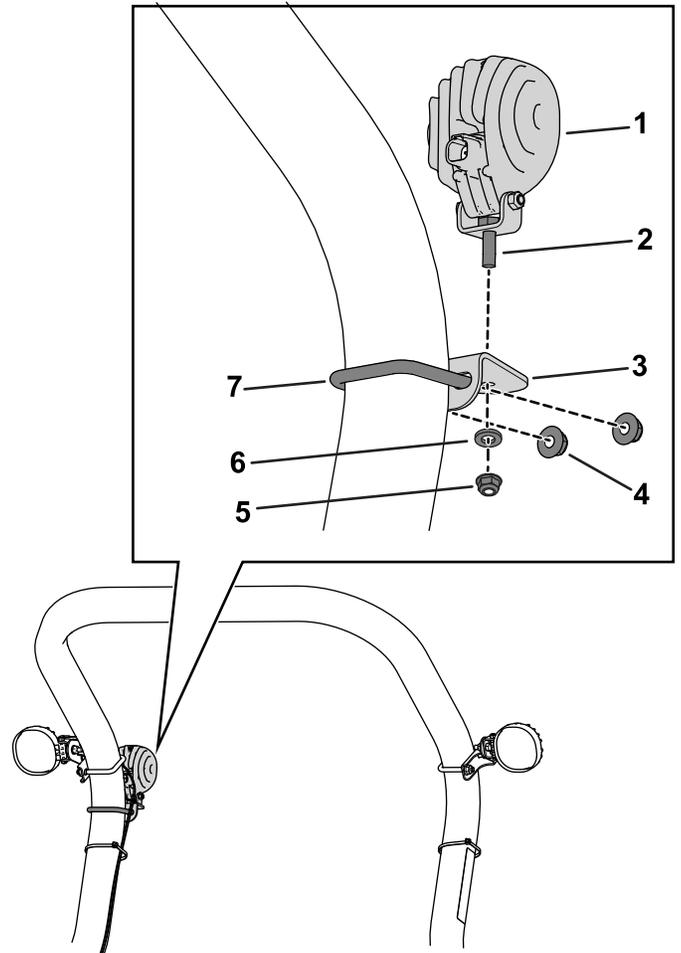

Figura 1
1. Utilize o parafuso, anilha e porca incluídos com o conjunto de luzes para instalar a luz como se mostra na Figura 1.
2. Instale o suporte no lado direito da barra de segurança utilizando uma cavilha em U e duas porcas ($\frac{3}{8}$ pol.) como se mostra na Figura 1.